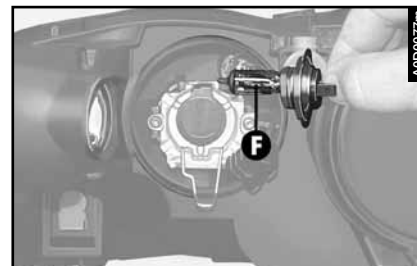

fig. 44
– sacar la lámpara (F- fig. 44).